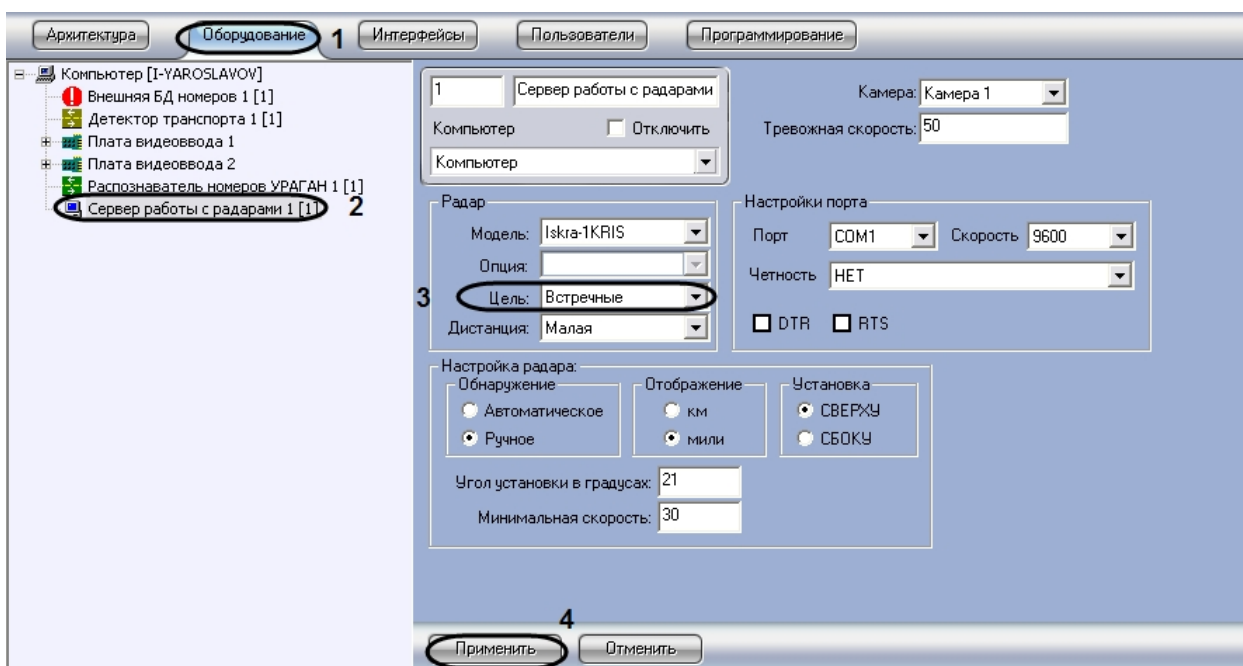

Рис. 55. Выбор направления движения транспортного средства, относительно устройства «Радар»
2. В дереве объектов на вкладке «Оборудование» выбрать объект «Сервер работы с радаром», соответствующий настраиваемому программному модулю «Радар». В правой части вкладки «Оборудование» отобразится панель настройки выбранного объекта (см. Рис. 55).